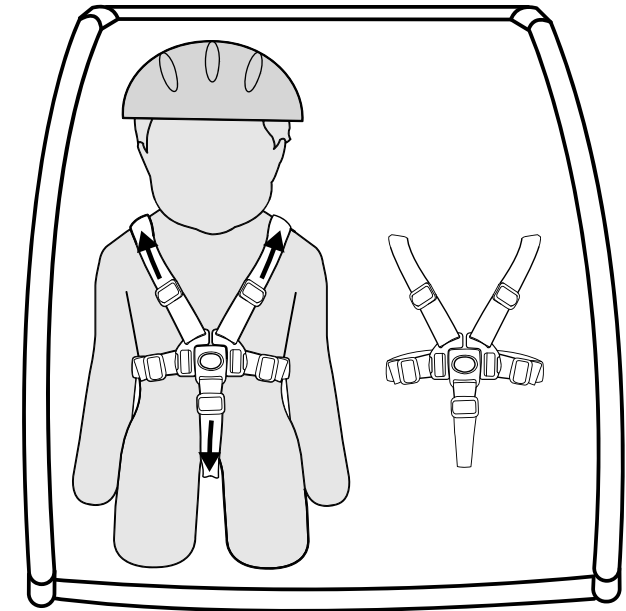

Figure 22
3. Pour le transport d'un seul enfant dans une remorque double, placez ce dernier toujours sur la partie droite (Figure 22).